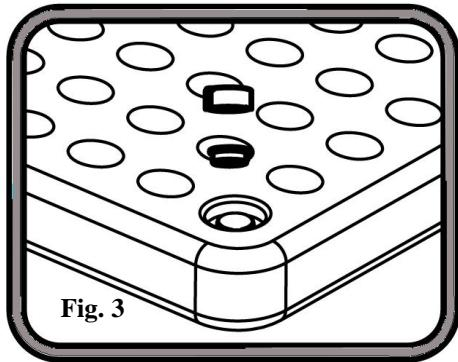

Fig. 3
3. Dévisser le cache et sortir le bouchon en caoutchouc. Voir la **fig. 3**